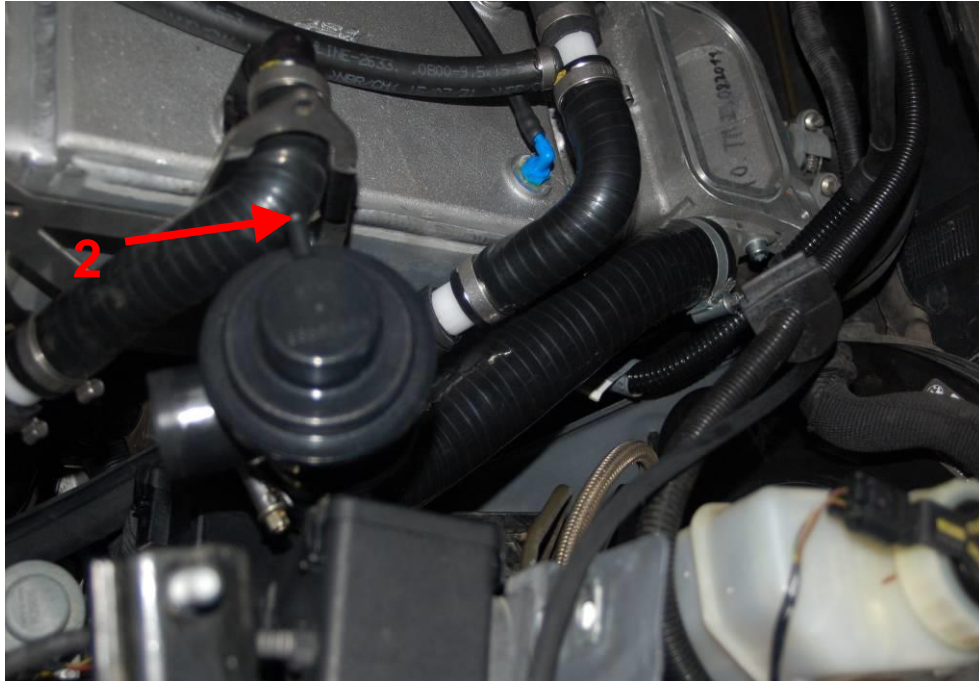

Abbildung 21
- Halter LLK (**P341-42-44**) anstelle des originalen Halters für die Airbox (Schwarze Blechgabel) mittig im Langloch anschrauben (Abbildung 21)